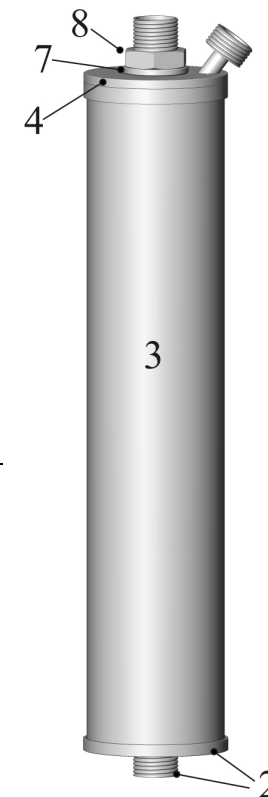

Рис. 1. Внешний вид.
5.2. Перед монтажом необходимо протянуть гайку 8 до упора с усилием 40-50 кг (см. рис. 1).
- просушить (перед сушкой вынуть резиновые прокладки **5** (см. рис.1, 6).